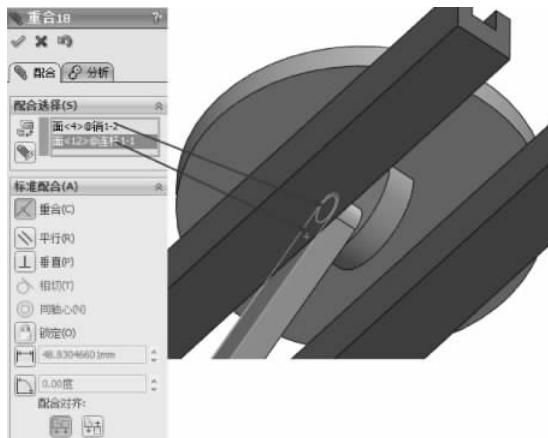

图 3-200 重合配合
(32) 继续配合约束,选择【标准配合】选项组下的【重合】配合类型  ,在【要配合的实体】选择框  中选择如图 3-200 所示的面,其他保持默认,单击【确定】按钮  ,完成重合配合。